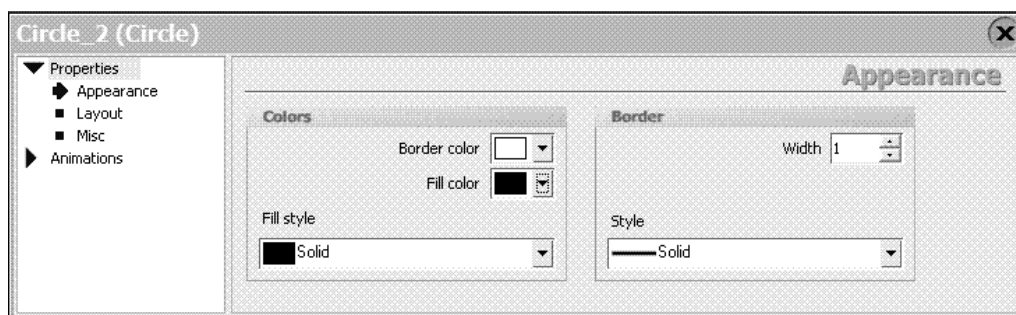

Рис. 3.29. Вкладка настроек
- при клике внутри малой окружности возникает вкладка настроек (рис. 3.29);